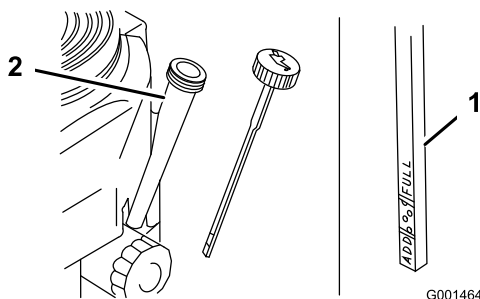

Figura 31
4. Limpie alrededor de la varilla de aceite (Figura 31) para impedir que caiga suciedad por el orificio de llenado y cause daños en el motor.
6. Deslice la varilla a fondo en el tubo de llenado, pero no la enrosque en el tubo (Figura 31).
5. Desenrosque la varilla de aceite y limpie el extremo (Figura 31).
9. Vierta lentamente un 80% aproximadamente de la cantidad especificada de aceite por el tubo de llenado (Figura 31).